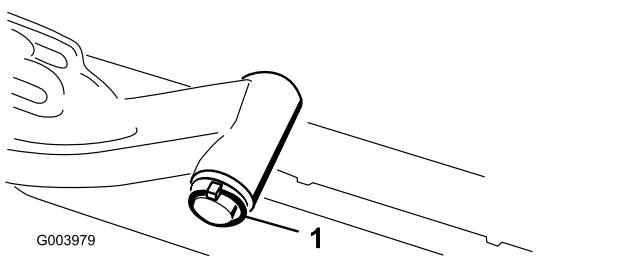

Figure 18
- A. Retirez la goupille à anneau et la rondelle qui fixent l'axe de pivot du bras de relevage au bras de relevage, et sortez l'axe de pivot du bras (Figure 18).
- C. Insérez l'axe du bras de relevage dans le bras de relevage et fixez-le à l'aide de la rondelle et de la goupille à anneau (Figure 18).